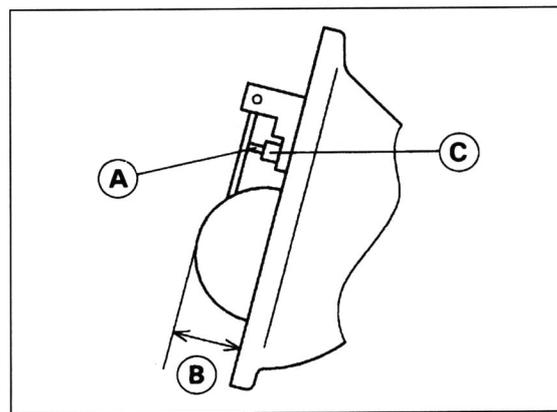

Bild 105
- Schwimmerventilzunge so nachbiegen, dass sich Schwimmerhöhe «B» Bild 105 von 17 ± 2 mm ergibt.